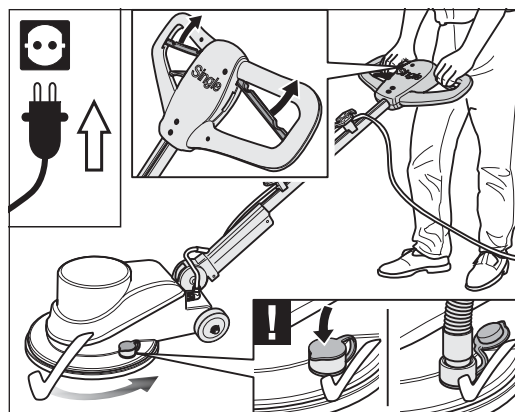

Fig. 12 ¡Conectar la máquina en esta posición cuando
- la conexión de aspiración no esté cerrada con la tapa o con la manguera del aspirador (fig. 12, véase también el capítulo 4.5, *Conexión de un aspirador externo*)!
Accione ambas palancas de arranque AL MISMO TIEMPO y mantenga sujeta el asa con ambas manos (fig. 12). La máquina arranca.